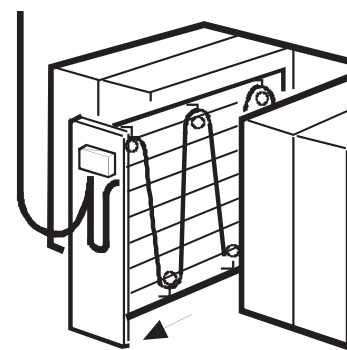

Рис. 1
- Капилляр должен перекрывать все сечение воздуховода после калорифера (рис. 1).
- Съёмный кабель для подачи напряжения и управляющего сигнала (рис. 1).